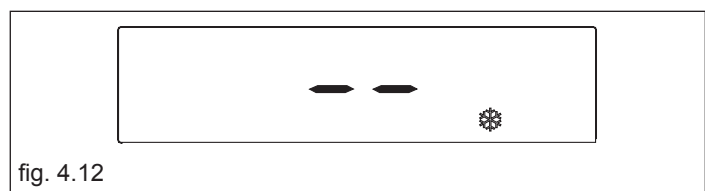
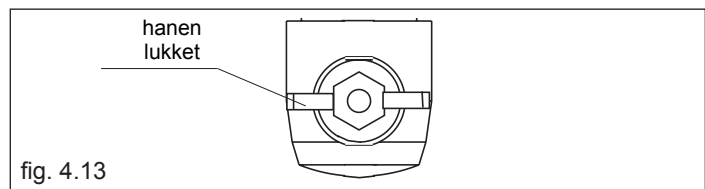

fig. 4.12
fig. 4.13
- anti-frost (fig. 4.12): når vandtemperaturen i kedlen er mindre end sikkerhedsværdien, kører pumpen og brænderen på minimum for at øge vandtemperaturen til sikkerhedsværdien (35 °C). Symbolet  vises i displayet.
Kedlen afbrydes ved tryk på . Der vises to streger i displayet (fig. 4.12). Afbryd kedlens strømtilførsel. Luk for gastilførslen ved at dreje gashanen under kedlen med uret (fig. 4.13).